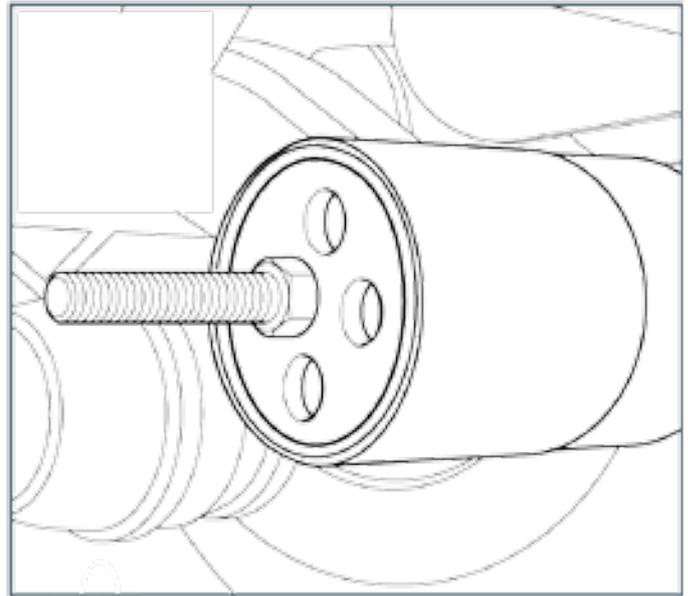

Abb. 4.37
3. Bringen Sie das Buchsenwerkzeug wie in Abb. 4.37 gezeigt am Längslenker an.